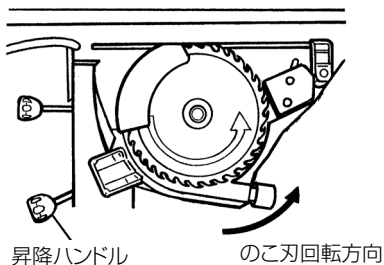

図 25
- (3) のこ刃の矢印を図 25 ののこ刃回転方向に合わせ、のこ刃・ワッシャ (B) ・スーパーロックワッシャ・ボルトの順に取付けます。